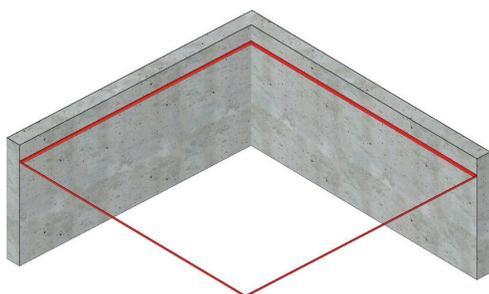

Fig. 1
- Fixer les cornières Knauf 25/30 sur toute la périphérie (type de fixation à définir en fonction du support) (Fig. 1)